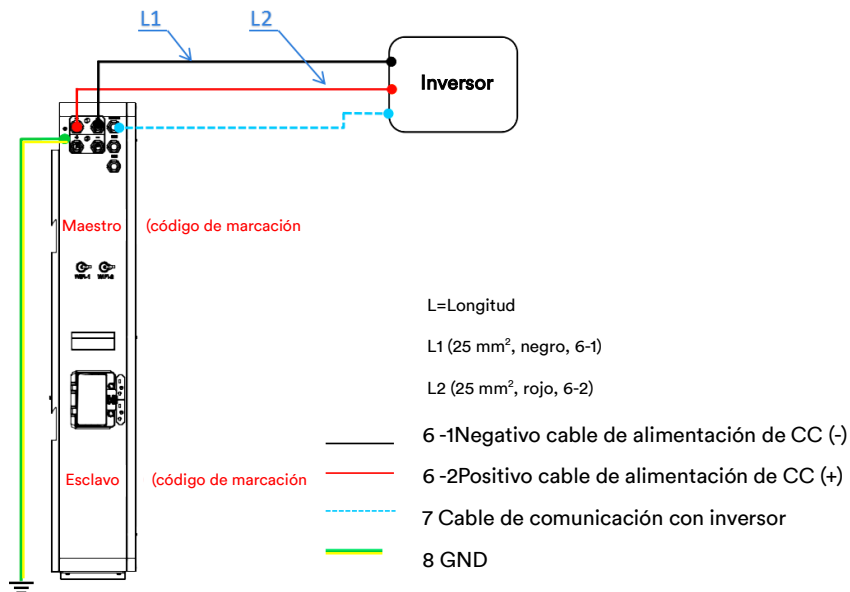

Fig. 4.1.1 Diagrama de conexión de cables del sistema de un juego individual (10 kWh, potencia de salida 5 kW)
Paso 2. Conecta el cable de ⑥ alimentación preinstalado y el cable de ⑦ comunicación al inversor, consulta la fig. 4.1.1.